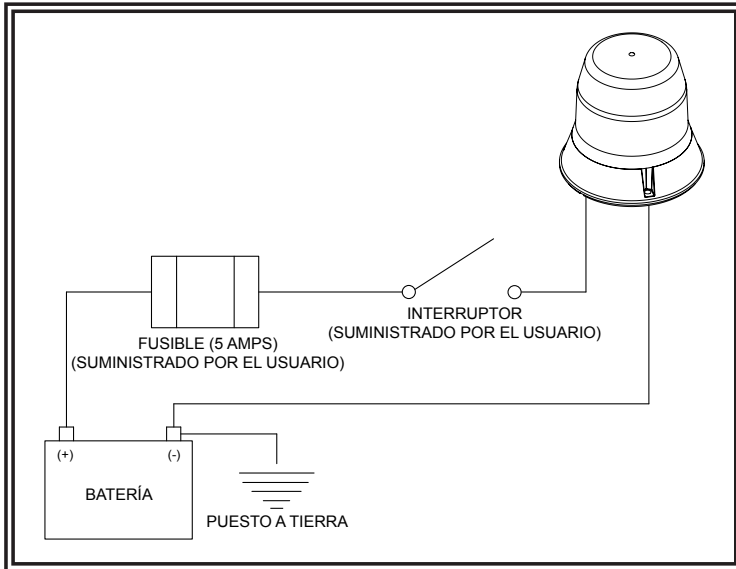
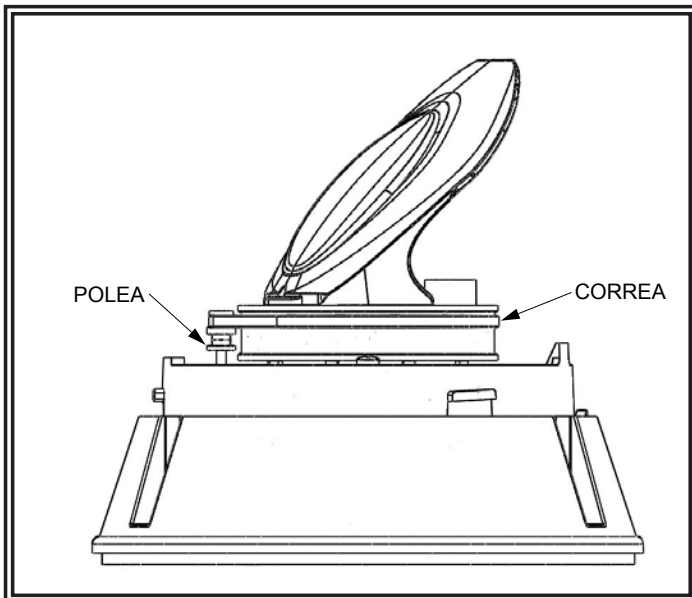

FIGURA 4
FIGURA 5
2. Retire los tres (3) pernos de ensamblaje de la base.
6. Realice el cableado de la baliza como se muestra en la FIGURA 4. Aplique un sellante alrededor de los cables por donde pasan a través de la superficie de ensamblaje para evitar fugas.
5. Realice el cableado de la baliza como se muestra en la FIGURA 4. Aplique un sellante alrededor de los cables por donde pasan a través de la superficie de ensamblaje para evitar fugas.
El cableado se muestra en la FIGURA 4. Todo el cableado debe ser de un mínimo de 18 AWG (0.83 mm²). La línea positiva debe tener un fusible de 5 amp, como se muestra. Puede usarse un interruptor para controlar la función de encendido/apagado. Enrute el cable a tierra directamente de regreso al terminal negativo de la batería. Meta grasa dieléctrica, como Dow Corning 4, alrededor de cada conexión expuesta a humedad o a condiciones medioambientales. Para un sistema de 24 V de CC, retire el lente, mueva la correa a la ranura superior en la polea como se muestra en la FIGURA 5 y vuelva a fijar el lente.